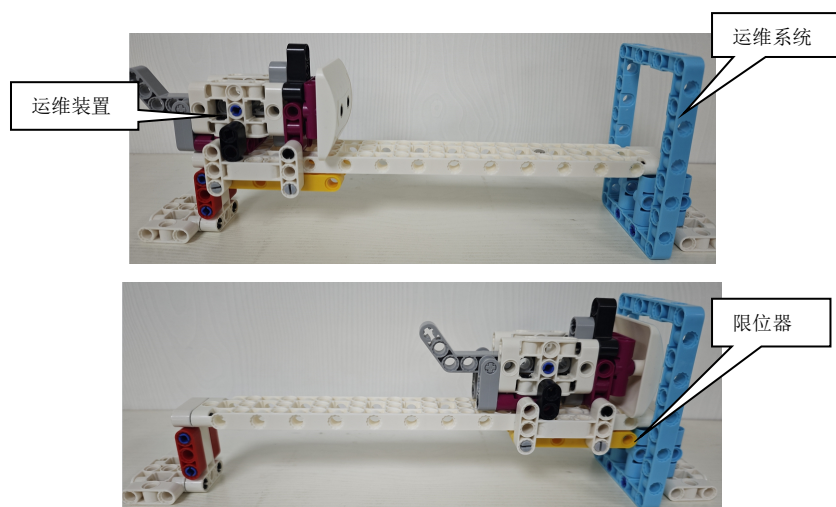

图 9 运维装置及任务完成图
4.5.4 若“运维装置”与限位器如图 9（黄色与蓝色）接触，则记 30 分。